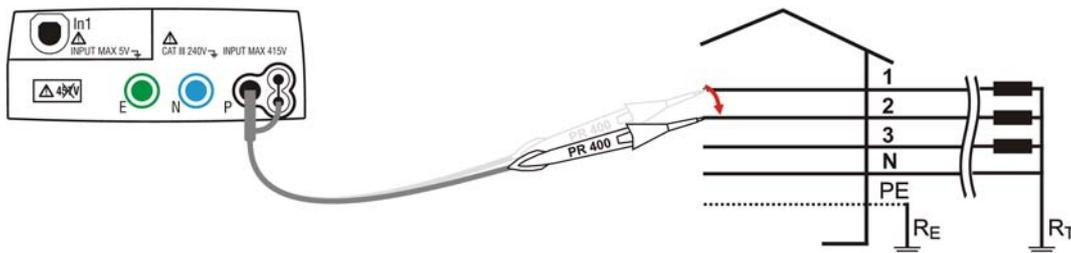

Fig. 26: Verificación del sentido cíclico de las fases con una punta, conexión fase 2
8. Conecte el cocodrilo o la punta negra, o bien la punta remota a la segunda fase de la red eléctrica en examen en acuerdo a las Fig. 26 y Fig. 27.